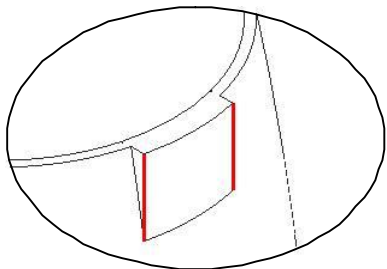
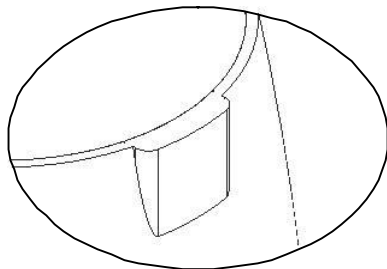

图5-21
图5-22
11. 使用边倒圆功能创建圆角特征。选择图 5-21 所示的实体边缘，然后设置圆角半径为“3”，结果如图 5-22 所示。